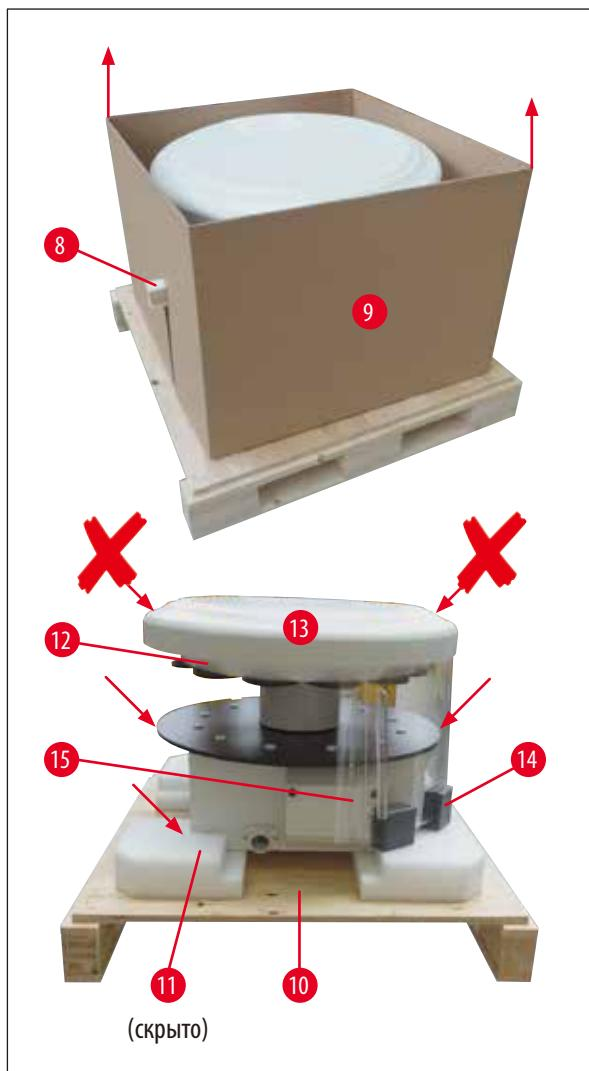

рис. 11
- Возмите прибор (с помощником) за платформу для емкостей с реактивами или нижнюю часть корпуса (см. → рис. 11), и поднимите его с основания (→ рис. 11-10).